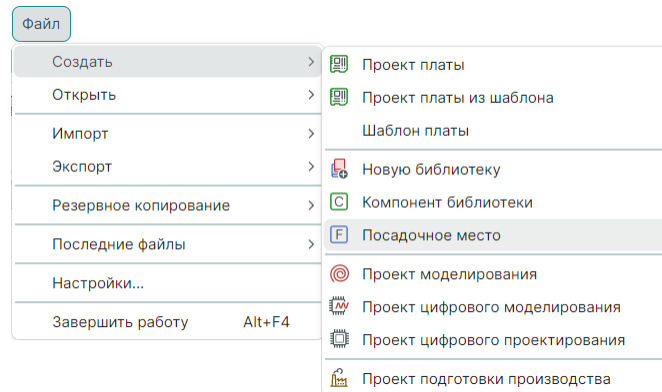

Рис. 72 Создание посадочного места через главное меню
- 1.1. Активируйте инструмент «Посадочное место» в главном меню «Файл» → «Создать» → «Посадочное место», см. Рис. 72.